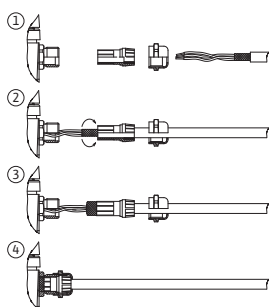

Fig. 25: Afskærmning
Afskærmningen forbindes med kabelgennemføringen på elektronikmodulet. Se Fig. 25.
Kablerne til den digitale indgang, de analoge indgange samt buskommunikationen skal være afskærmet ved hjælp af kabelgennemføringens metalkabelforskruning (Fig. 19, pos. 4, 5 og 6). Afskærmning, se Fig. 25.